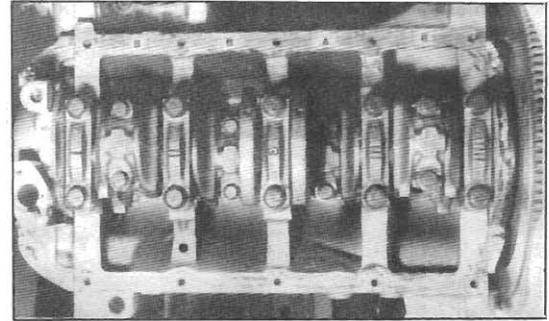

Fig.38 — Referenciação das tampas das chumaceiras dos momentos dos apoios e categoria dos cilindros
**Nota:** A categoria "classe" de cada cilindro é identificada por uma letra gravada na face inferior do bloco de cilindros (fig.38).